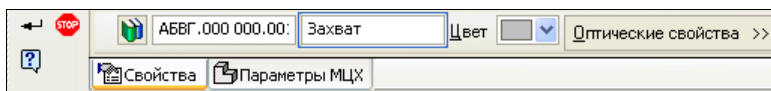

Рис. 9.6. Панель **Свойства детали** с открытой вкладкой **Свойства**
- ◆ из контекстного меню выберите команду **Свойства**. Появится панель **Свойства детали** (рис. 9.6) с двумя вкладками: **Свойства** и **Параметры МЦХ**.